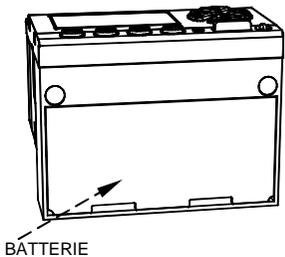

Fig. 3: Schema di collegamento
- Eseguire i collegamenti elettrici, mediante la morsetteria innestata all'interno del fondo del cronotermostato, seguendo lo schema di collegamento di Fig. 3.